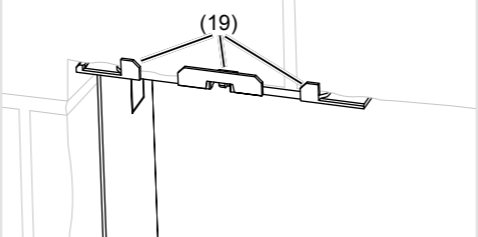

Bild 5: Einbauposition der Befestigungselemente
- (17) Steckschlüssel 5,5 mm
- (18) Befestigungselemente
- Die Auflegewinkel (19) der Befestigungselemente (18) müssen auf der Wandoberfläche aufliegen (Bild 5).